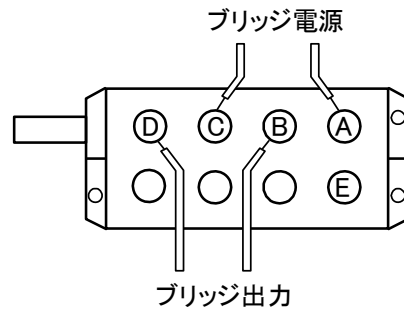

図4-2 ブリッジボックスの結線
- B) ひずみを測定するためのブリッジで、ひずみゲージは種々の接続法が用いられます。これらの接続法は、4-2頁「ひずみゲージによるブリッジ構成例」を参照してください。またブリッジボックスを中継して各種の変換器を使用する場合には図4-2のように接続してください。